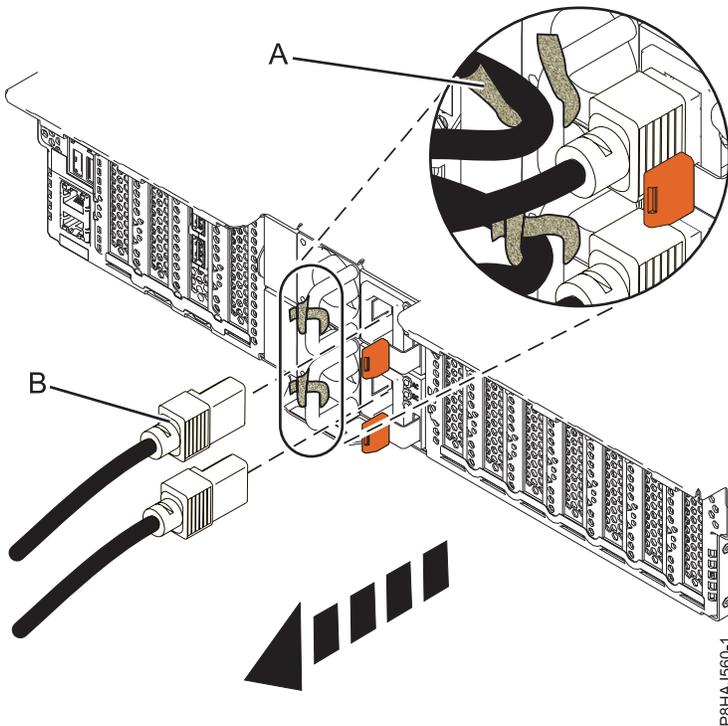
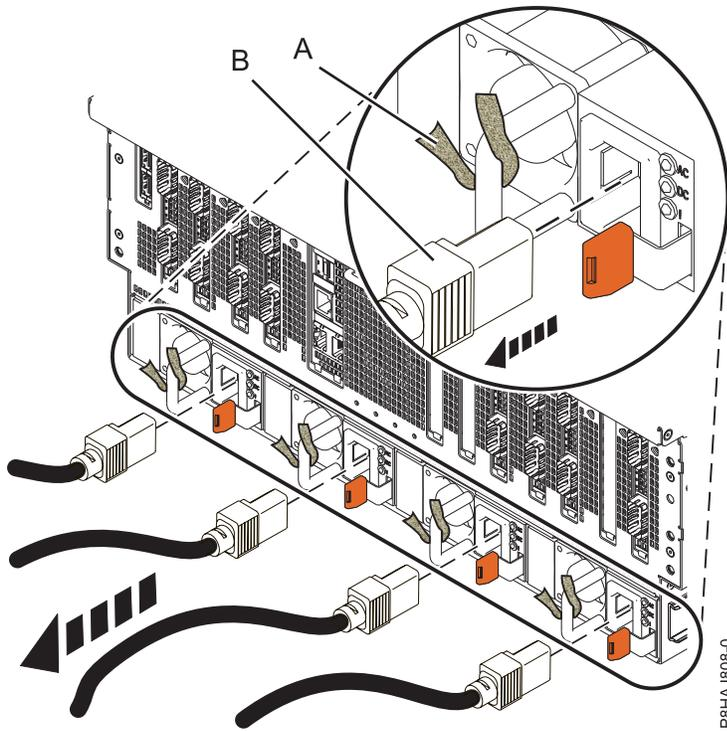

Abbildung 121. Netzkabel bei einem System vom Typ 5148-21L, 5148-22L, 8247-21L, 8247-22L, 8284-21A oder 8284-22A abziehen
Abbildung 122. Netzkabel bei einem System vom Typ 8408-44E oder 8408-E8E abziehen
3. Ziehen Sie die Netzkabel (**B**) von der Systemeinheit ab. Siehe Abbildung Abb. 120 auf Seite 158, Abb. 121 auf Seite 158 oder Abb. 122 auf Seite 159 (abhängig von Ihrem Systemtyp).
- Das Netzkabel ist mit dem Klettverschluss (A) am System befestigt. Wenn Sie das System nach dem Trennen der Netzkabel in die Serviceposition bringen, müssen Sie sicherstellen, dass der Klettverschluss geöffnet ist.